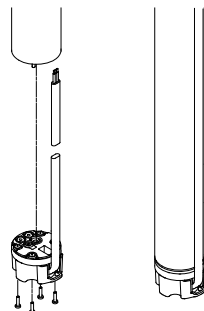

Рис. 16 Вставка штекера в разъем электродвигателя
4. Вставьте штекер в разъем электродвигателя. Штекер не должен быть установлен неправильно (см. рис. 16).
5. Установите и затяните четыре винта (1–1,5 Нм) (см. рис. 16).